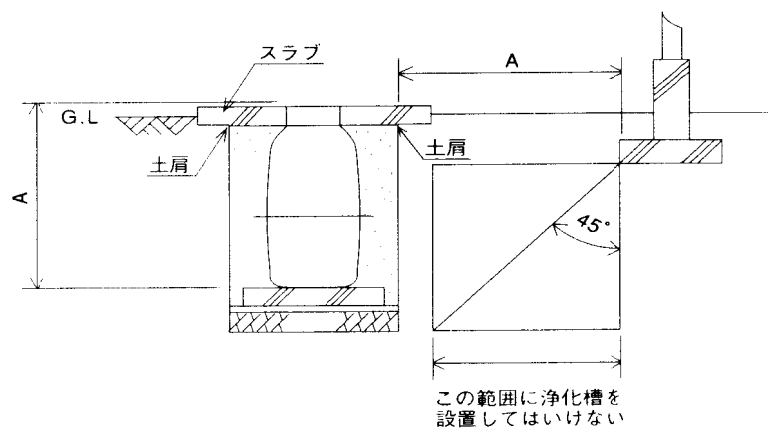

図15
①家の基礎または、大きな建物に接して設置する場合、建物の基礎の外側から45°の線の外側に設置してください。(図15参照)